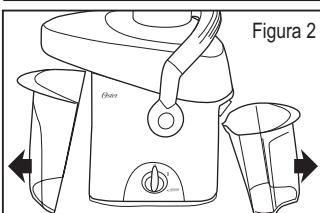

Figura 2
- Remova a jarra e o recipiente coletor de bagaço inclinando-os um pouco para que saiam com facilidade (**figura 2**)